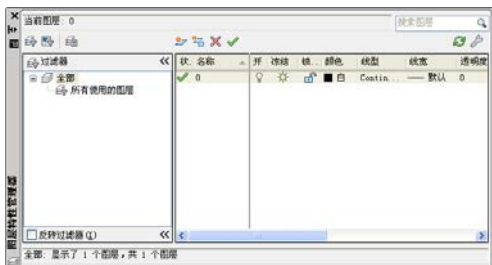

图 3.1 【图层特性管理器】对话框
(1) 启动 AutoCAD 2012 后，在【图层】选项卡中选择【图层特性】按钮，弹出【图层特性管理器】对话框，如图 3.1 所示。